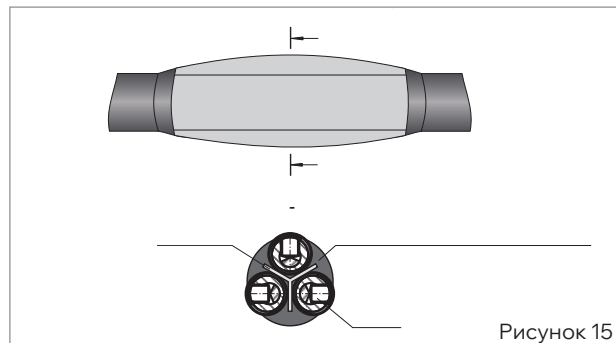

Рисунок 15
■ Расположить между жилами кабелей пластины уплотняющего состава (призмы), предварительно сняв с них бумагу. Пластины уплотняющего состава должны располагаться большей стороной наружу. Руками утрамбовать пластины между жилами и распоркой, а также между пальцами перчатки. Допускается подогрев пластин уплотняющего состава и распорки горелкой (рис. 15).